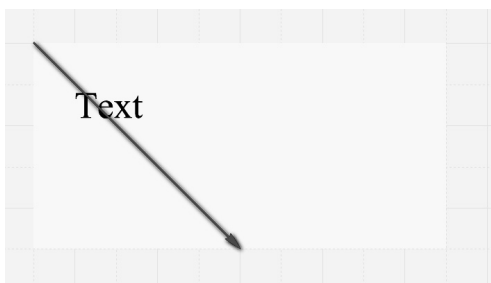

图 4-2-39 设置 Text margin 的值后
(7) Draw Solid 复选框。如果选中 Draw Solid 复选框, 则多行标注文本框的背景不透明, 否则文本框的背景是透明的。系统默认文本框背景为不透明。
(8) Fill Color 属性。在选中 Draw Solid 复选框的前提下, 该属性用于设置文本框的背景颜色, 系统默认为 233 号颜色。该属性的设置方法与 Text Color 属性类似, 在此不再赘述。
(9) Text margin 属性。该属性可设置文本的起始位置。系统默认的 Text margin 的值是 0。如图 4-2-39 所示, 如果设置 Text margin 的值不为 0, 则文本将沿图中的指示线方向移动。